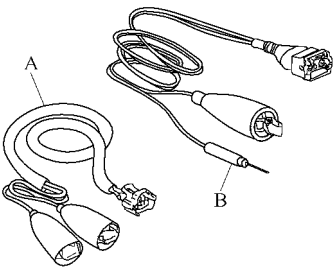

图 2-78 使用检查用配线 A 和 B
(9) 当用电路测试表检查接插件时,如果检查的接插件是防水型结构时,则应小心地取出防水橡胶。在检查导通、电流或电压时,应从配线插入测试表的测试棒,并无必要的情况下不要对端子施加力。检查后应可靠地将防水橡胶装到接插件上。
(10) 检查或测试喷射器、冷起动喷射器及其配线接插件时要使用检查用配线 A 和 B,如图 2-78 所示。